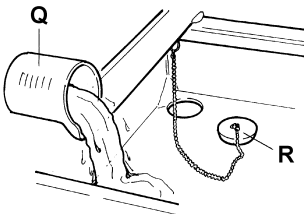

Fig.15
- For opstart skal proppen "R" (Fig.15) sættes i tanken og en beholder "Q" skal bruges for at fylde den med rent vand, indtil vandpumpen "7" (Fig.1) er fuldstændig tildækket.